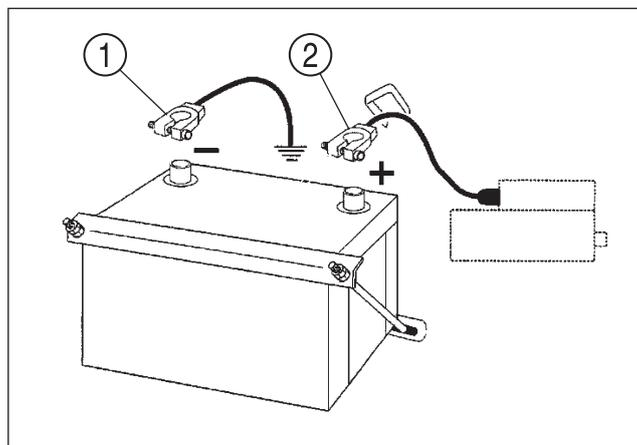

FIG. 175
FIG. 175: Los tractores se entregan con la batería instalada. Si es necesario cambiar la batería, desconecte primero el cable negativo (-) (1) y luego el cable positivo (+) (2). Afloje y retire la abrazadera de sujeción de la batería y retire con cuidado la batería del tractor.